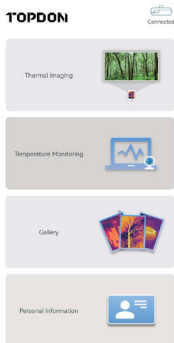

Figura 3.1.3
3. Abre la aplicación TC001. El icono en la parte superior derecha de la pantalla de inicio muestra "**Conectado**" (consulta la figura 3.1.3).